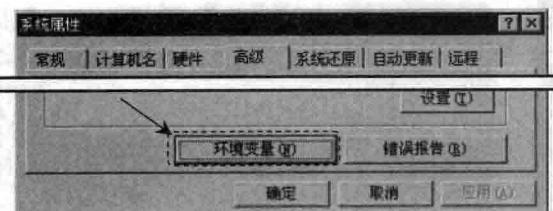

图 1.2.3 “系统属性”对话框
- 步骤 03** 在图 1.2.3 所示的“系统属性”对话框中单击 选项卡，在 区域中单击 按钮。